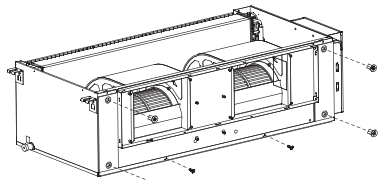

Рис. 9-2
2. Отверните 4 болта и 2 винта крепления передней панели (см. рис.9-2).